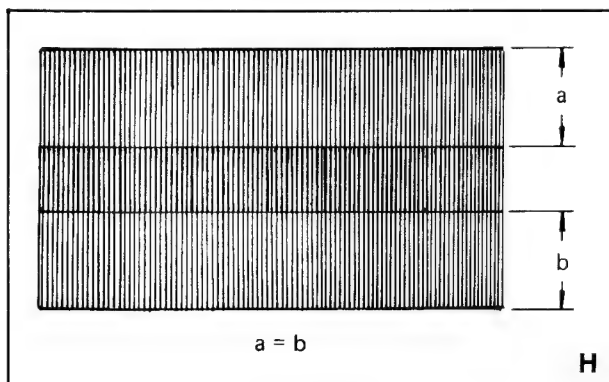

Bild 3-24
4. Oszilloskop an TP 1, mit R 10 symmetrische Kurvenform einstellen (Bild 3-24).